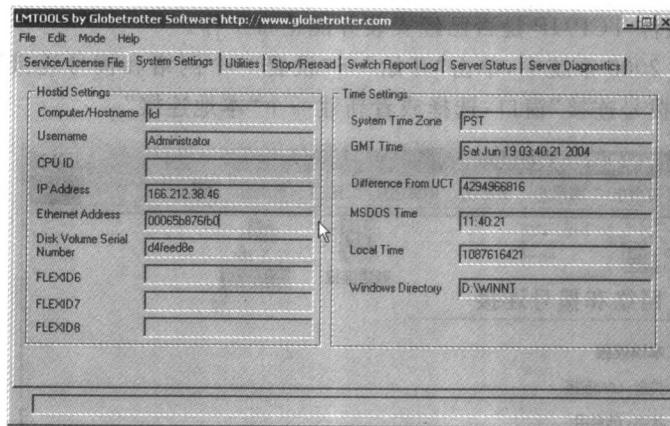

图 1-4 “LMTOOLS”对话框
1) 在主机上，打开 VERICUT 安装光盘，并双击光盘根目录中的 lmtools.exe 文件，弹出“LMTOOLS”对话框，单击“System Settings”标签，“Ethernet Address”选项栏中的参数即为该计算机的主机锁定码，如图 1-4 所示。